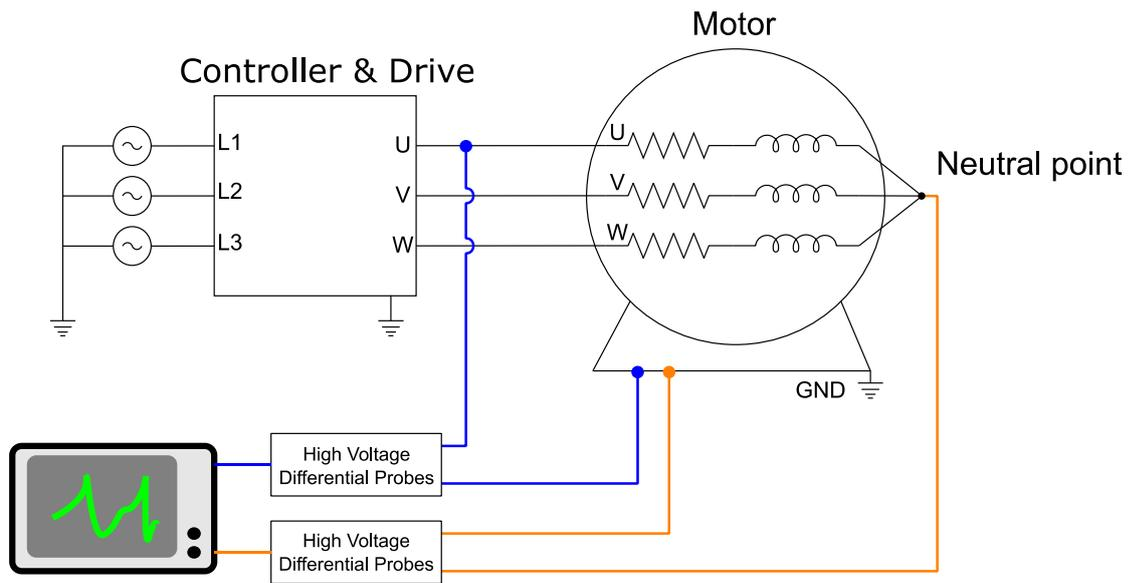

図 3.5.11 中性点測定の配線図
- (1) 電源を切断し、電源が再投入されないように保護します。
- (2) 配線図（図 3.5.11）に従って配線し、高電圧差動プローブを使用して次の2点に接続します：